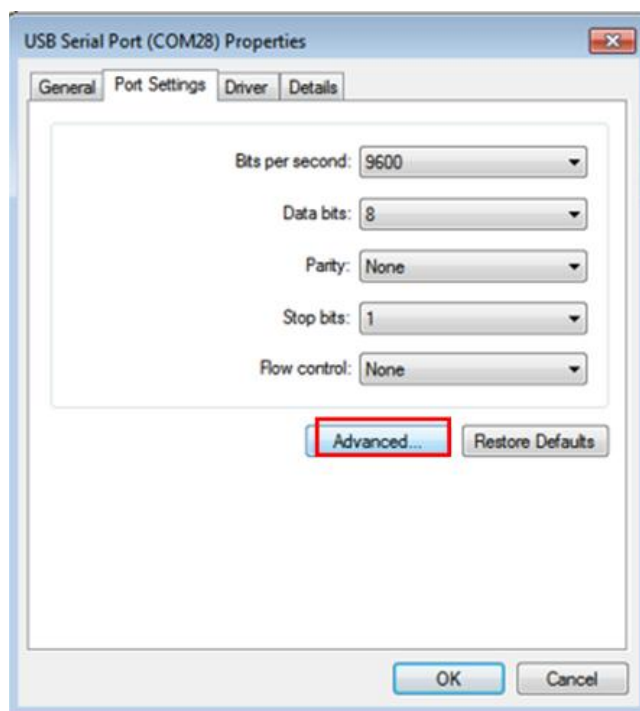

Fig. 3.19
7) Then select 'Advanced' (Fig. 3.19).